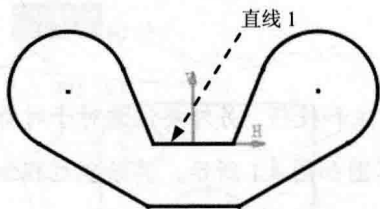

图 3.5 添加对称约束
Step5. 参照步骤 Step4 可以创建图 3.5 所示的其他点的对称约束,同时约束图 3.5 中的